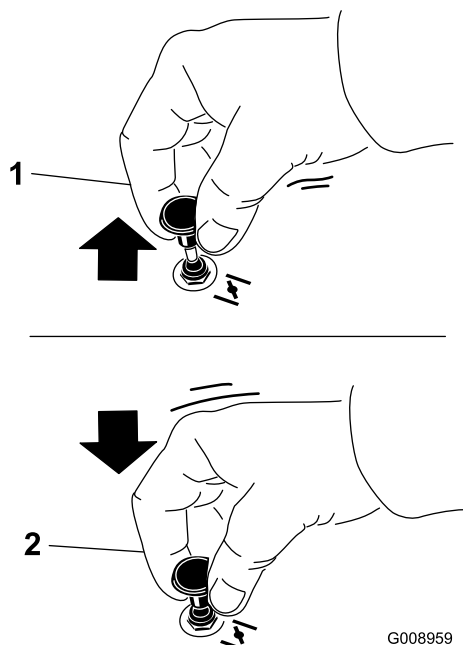

Figura 17
2. Tire hacia arriba del mando para activar el estárter antes de girar la llave del contacto (Figura 17).
3. Presione hacia abajo el mando del estárter para desactivar el estárter después de que el motor arranque (Figura 17).